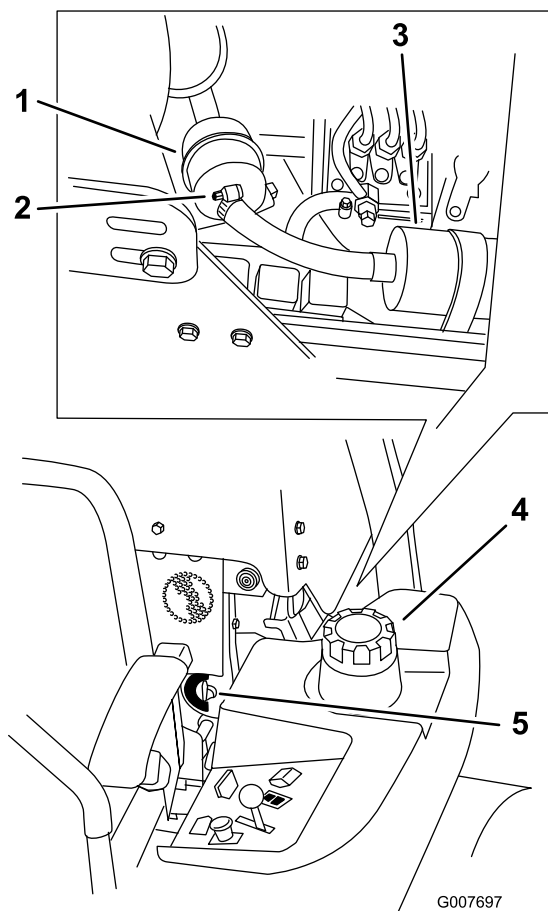

Bild 67
4. Schließen Sie den Kraftstoffhahn (**Bild 67**).
5. Lösen Sie die zwei Schlauchklemmen und schließen Sie die Kraftstoffleitungen vom Kraftstofffilter ab (**Bild 67**).
6. Bringen Sie einen neuen Filter an. Schließen Sie die Kraftstoffleitungen am Kraftstofffilter an und montieren Sie die zwei Schlauchklemmen (**Bild 67**).